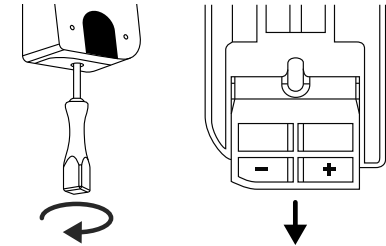

Abb. 3
- ! **Hinweis:** Den Administratorcode, sofern noch nicht von Ihnen geändert, finden Sie auf dem QR-Code Aufkleber, welcher dem secuENTRY Zylinder beiligt (Abb. 3). Wie Sie einen Benutzercode anlegen, erfahren Sie im Kapitel „Benutzer anlegen und verwalten“ auf Seite 7.
- 3 Entfernen Sie die Schraube aus der Unterseite der Tastatur mit dem im Lieferumfang beiliegenden Tx8-Schraubendreher und ziehen Sie das Batteriefach nach unten heraus (Abb. 3).